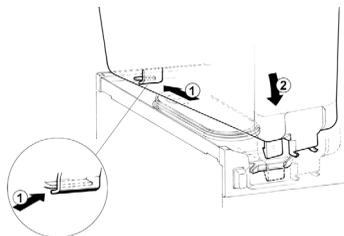

figura 7
**5** Poner el contenedor sobre el distribuidor. Por facilitar esta operación, mojar la junta con un poco de agua. Asegurarse que el gancho posterior del contenedor esté insertado en el lugar correcto del plano recoge-gotas. (ver figura 7).